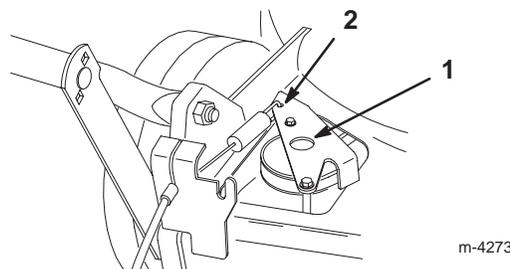

Figure 22
5. Appuyez sur le support d'entraînement jusqu'à ce qu'il touche la tondeuse, puis maintenez-le en place (Fig. 22).